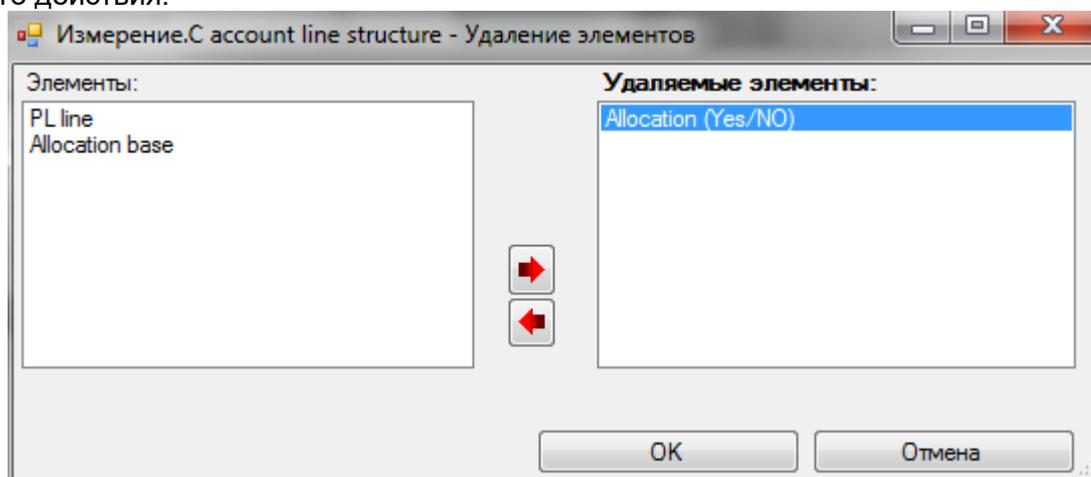

Рисунок 26.
- Удаление элементов – открывает диалоговое окно для выбора элементов измерения, подлежащих удалению (рисунок 26). При попытке удаления элементов, участвующих в формулах для вычисления других элементов, будет выдано сообщение с запретом такого действия.